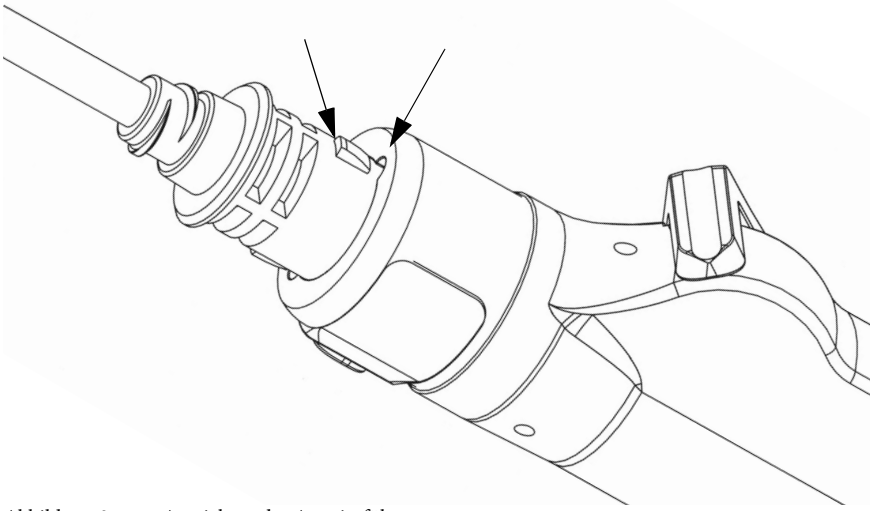

Abbildung 3: Ausrichten der Arretierführungen
1. Richten Sie die Arretierführungen am Fuß der Klinge auf die Arretierführungen des Handstücks aus (siehe Abbildung 3).